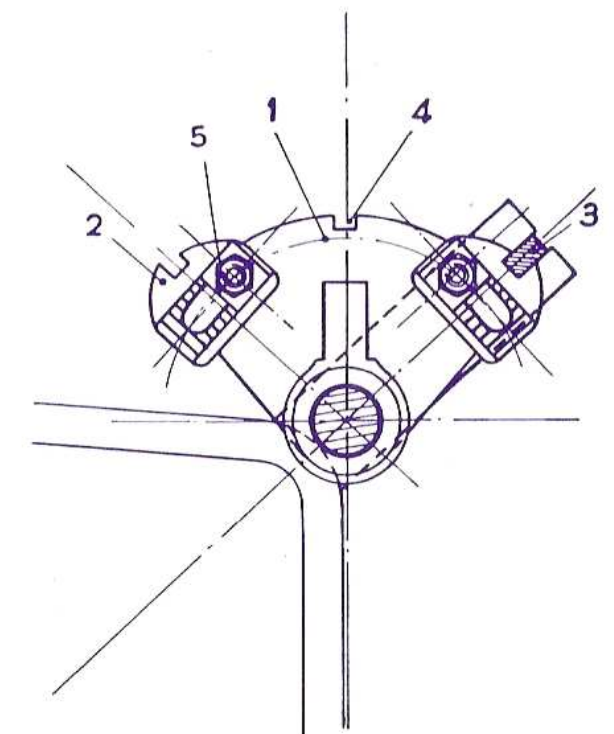

Fig. 32
**Avec les brabants doubles,** en utilisant les clichets du brabant et si nécessaire pour les premières raies en corrigeant l'aplomb à l'aide du réglage prévu sur l'attelage universel. (Fig. 32).